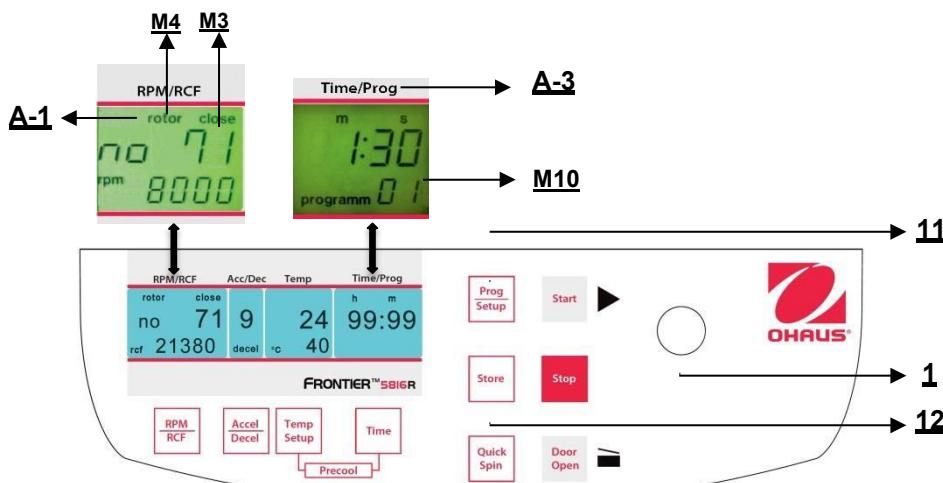

Abbildung. 25
Um den Programmmodus zu verlassen, drücken Sie lediglich die Taste "**Prog/Setup**" (11) (siehe Abbildung 25). Dann erscheint innerhalb der Anzeige "**Time/Prog**" das Wort "**programm**".